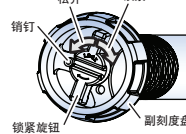

图3
例2 QL-MH/CL-MH 大扭矩 25~280N·m时 (图3,4)
- ① 向 旋 松开锁紧旋钮。(图3)
- ② 旋 副刻度盘, 设定扭矩。(刻度+副刻度)
- ③ 向 旋 锁紧旋钮, 将副刻度盘锁紧。(图3)